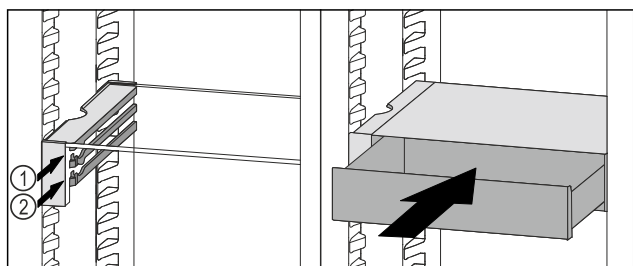

Fig. 124
- Posizionare il cassetto VarioSafe dietro i tappi sulla nervatura desiderata Fig. 124 (1) o Fig. 124 (2).